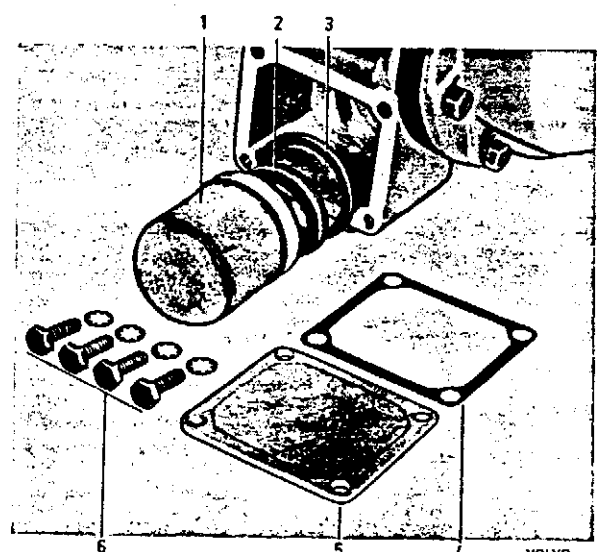

Abb. 9 Ausbau des Ölsiebes
1. Deckel (5) entfernen. Ölsieb (1) und Magnetsatz (2) herausnehmen, siehe Abb. 9. Ölsieb in Benzin oder Petroleum reinigen. Danach mit Druckluft trockenblasen.
2. Kontrollieren, ob die Dichtung (3) einwandfrei ist. Die metallbekleidete Seite gegen das Gehäuse